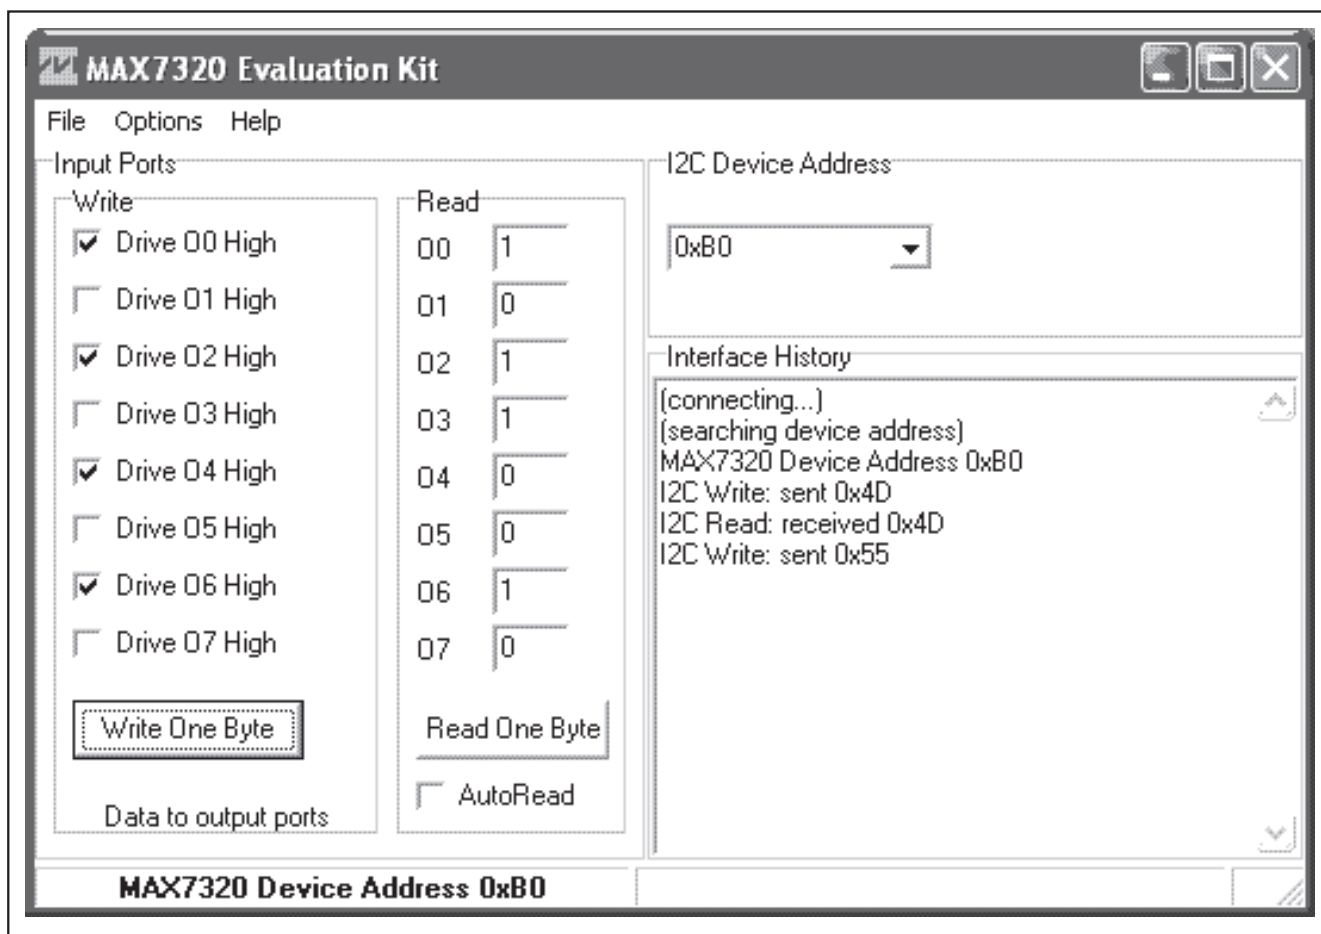

図1. MAX7320のEVキットソフトウェアのメインウィンドウ
- 6) **スタート | プログラム**メニューにあるアイコンを指定してMAX7320のEVキットのソフトウェアを起動してください。すると、EVキットソフトウェアのメインウィンドウが図1に示すように現れます。
評価ソフトウェアのメインウィンドウが図1に示されています。